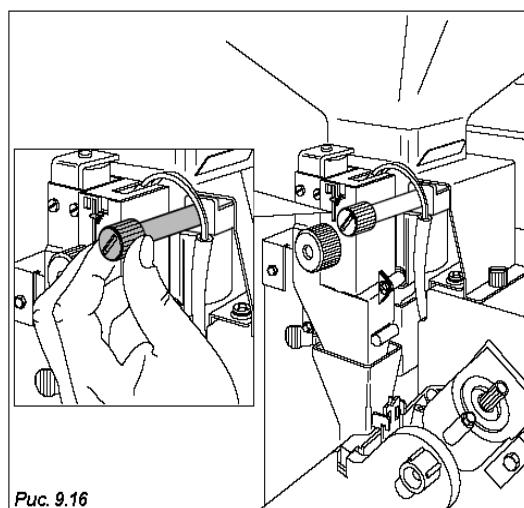

Рис. 9.16
- Регулировка степени помола. Для получения желаемого результата вращайте регулировочный винт (Рис. 9.16).